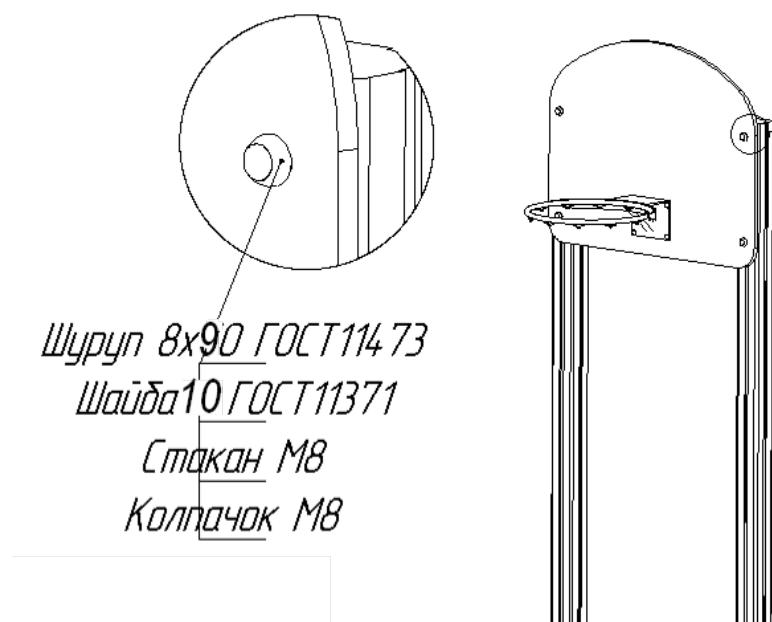

Рис.7
- 2) До брусів (довжина – 3 м та 2,5 м) приєднати баскетбольні щити (рис.7).